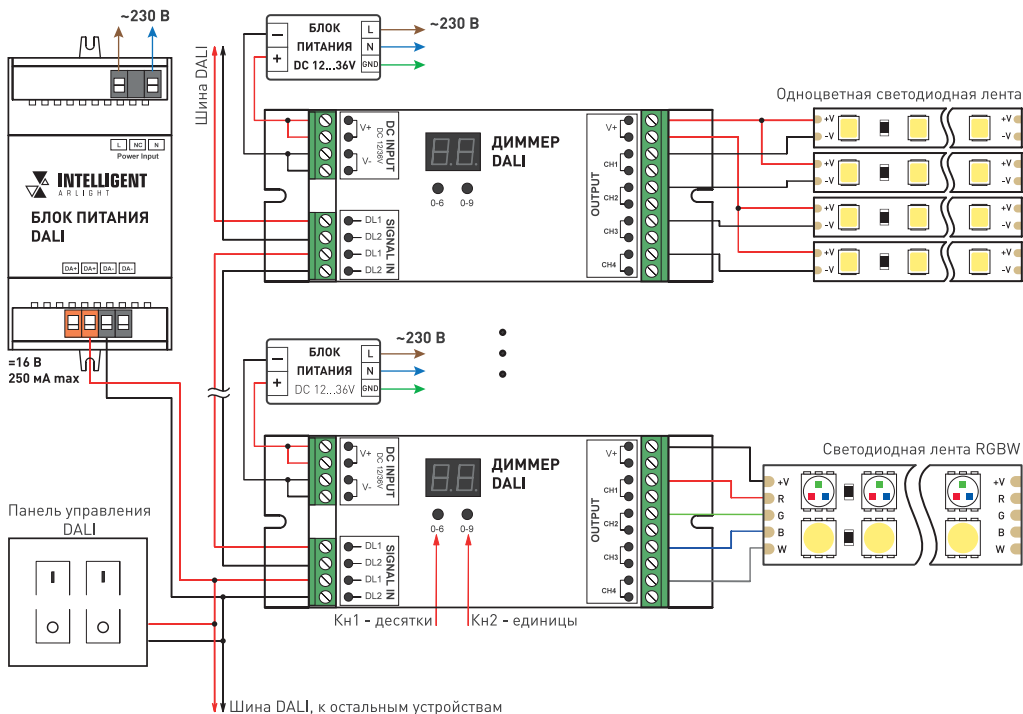

Рисунок 1. Схема подключения диммера для использования с одноцветной и RGBW-лентой.
- 3.3. Подключите светодиодную ленту или другой совместимый светодиодный источник света к выходу диммера, соблюдая полярность и порядок подключения проводов (Рис. 1).